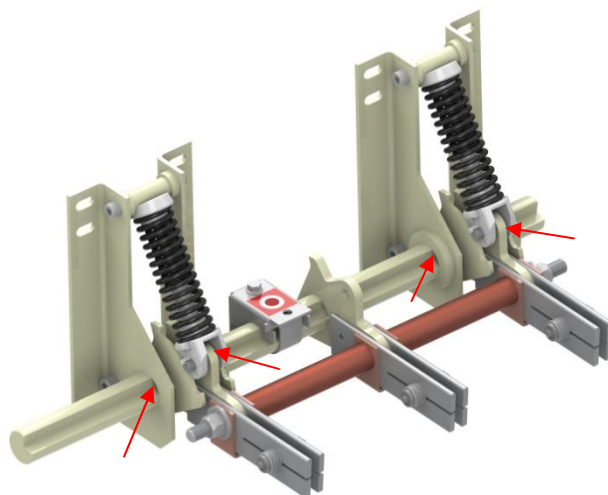

Рис. 6 Места смазки.
2.2.9 Смазать трущиеся поверхности смазкой ЦИАТИМ 221 согласно Рис.6.